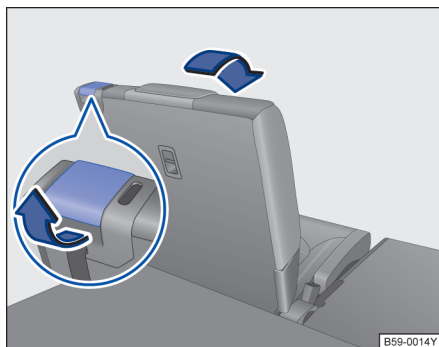

图 111 第三排座椅。将后座椅翻折为载货位置
- 将物品从后座椅前后的脚部空间移除→①。
- 将解锁拨杆→图 111 向后拉到底，即可解锁后座椅靠背。
- 靠背锁定后应看不见解锁拨杆→图 111 上的红色标记。
- 如果能看到解锁拨杆→图 111 上的红色标记表明后座椅靠背未正确卡止。务必检查，当后座椅靠背处于垂直位置时，是否绝对看不到此红色标记。